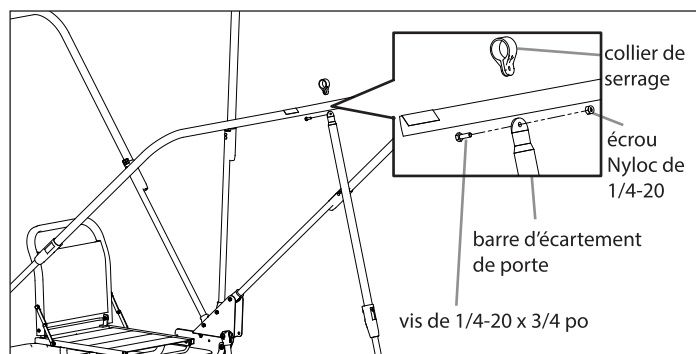

FIGURE 11
17. Attacher la barre d'écartement de porte (15702) avec une vis de 1/4-20 x 3/4 po et un écrou Nyloc de 1/4-20. La pose des barres d'écartement se fait uniquement avec des vis de 1/4-20 x 3/4 po et des écrous Nyloc de 1/4-20. Cette visserie est déjà posée sur les pièces et doit être déposée pour effectuer le montage. Placer le collier de serrage (15705) sur la traverse supérieure et le remonter de façon à attacher la barre d'écartement de porte (15702) à la traverse supérieure avant. Ensuite, déployer complètement la barre d'écartement de porte et l'accrocher à la traverse inférieure. La traverse supérieure avant doit à présent être maintenue en position haute. **VOIR FIGURE 11**